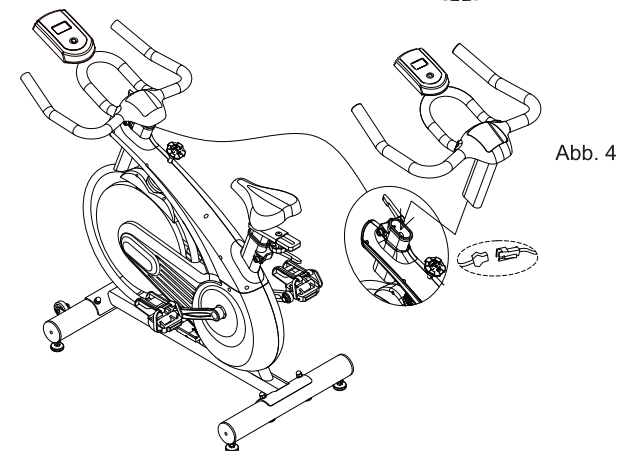

Abb. 4
4. wie in Abb. 4 gezeigt in der Mitte der Lenkerstange. Stecken Sie anschließend das Computerdisplay (78) in den Eisenhalter, der sich vorn an der Lenkerstange befindet und schließen Sie danach die 3 Kabel an den Anschlusskabeln des Displays an. Stecken Sie die Kabel in das Lenkerstangeneinstellrohr. Stecken Sie das Lenkerstangeneinstellrohr in die Lenkerstangeneinstellrohraufnahme des Hauptrahmens. Lösen Sie hierfür den gerändelten Teil des Feststellgriffes, ziehen Sie ihn danach zurück und wählen Sie anschließend die gewünschte Höhe aus. Lassen Sie den Feststellgriff wieder los und ziehen Sie anschließend den gerändelten Teil wieder fest.